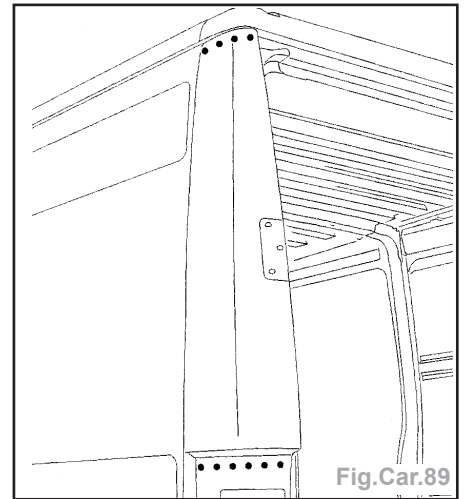

Fig.Car.89
- Positionner la tôle supérieure d'angle AR et souder par points bouchon MAG (Fig.Car.89).